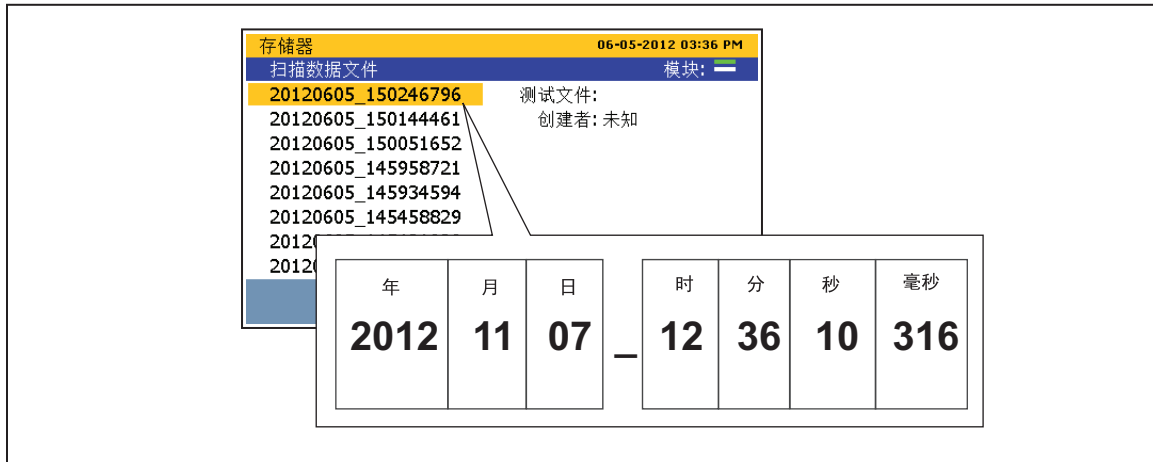

图 4-8.Scan Data 文件命名方法
- e. 双击 **scan** 文件夹可看扫描数据文件或者双击**数字万用表**文件夹查看数字万用表数据文件。数据文件保存在以记录扫描或者测量数据时的时间戳命名的文件夹中。图 4-8 中描述了这种文件命名方法。